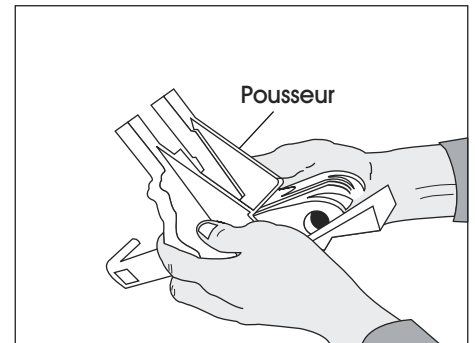

Figure 23
3. Tirez le pousseur vers l'arrière jusqu'à ce qu'il bute contre la tige, puis tournez le pousseur en position. (Voir Figure 23)